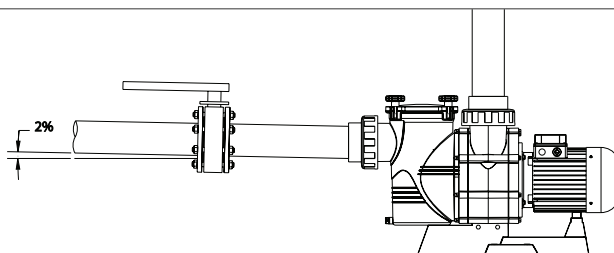

Fig. 2
- La conexión de las tuberías debe efectuarse roscada a las bocas de la bomba. (Fig.2)
- La instalación de la tubería de impulsión se hará completamente perpendicular y bien centrada respecto a la boca a conectar con el fin de evitar que la bomba y el tubo estén sometidos a unos esfuerzos externos que, a parte de dificultar el montaje, podría llegar a romperlos. (Fig. 2)
- La tubería de aspiración se instalará con una ligera pendiente hacia la bomba del 2% evitando, así mismo, la formación de bolsas de aire. (Fig.2).